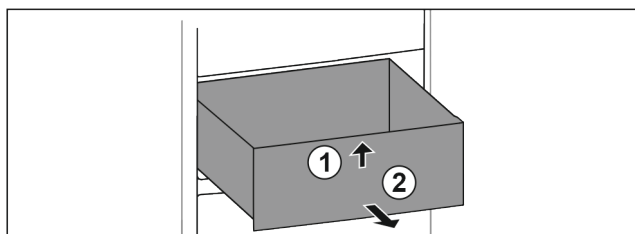

Fig. 27
- Повдигнете чекмеджето отпред. Fig. 27 (1)
- Извадете чекмеджето напред. Fig. 27 (2)